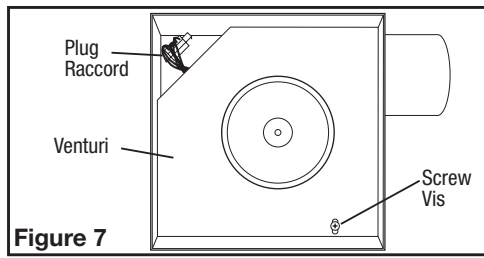
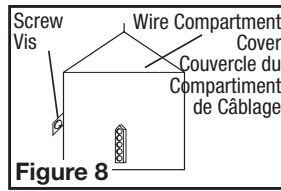

Figure 7
Figure 8
- 1b. Internal Wire Compartment:** Remove the screw holding the venturi in place. Lift the venturi up and at an angle to slide it out of the housing (Figure 7). Remove the wire compartment cover screw and place the cover in a secure place (Figure 8).
- 1b. Compartiment de Câblage Intérieur:** Enlever le vis retenant en place l'ensemble venturi du ventilateur et soulever pour sortir l'assemblage hors du châssis (Figure 7). Enlever la vis du couvercle du compartiment à câblage et mettre ce couvercle dans un endroit fiable (Figure 8).